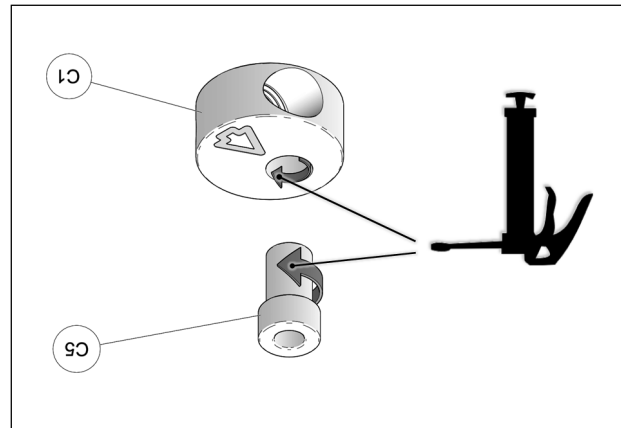

Fig. 24
12. Les bagues espacesurs (C5) doivent être graissées. Appliquer une couche de graisse uniforme sur toute la circonférence de la bague espaceur et dans le logement du disque en aluminium (C1). Fig. 24